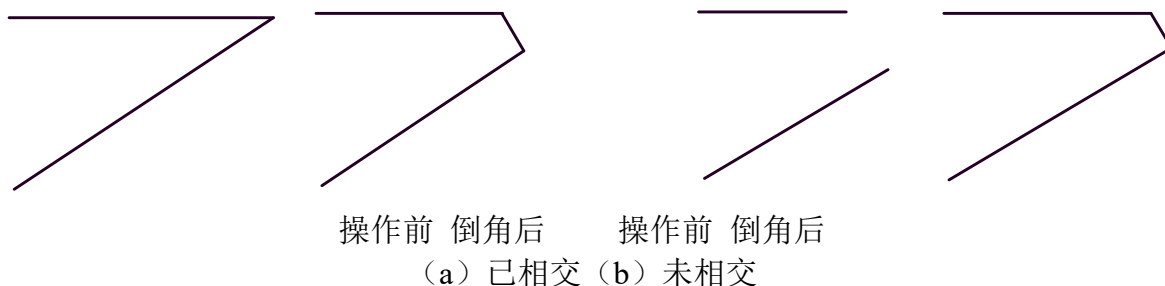

图 4-22 倒角过渡
- 4) 需倒角的两直线已相交(即已有交点),则拾取两直线后,立即作出一个由给定长度、给定角度确定的倒角,如图 4-22 (a)。
如果待作倒角过渡的两条直线没有相交(即尚不存在交点),则拾取完两条直线以后,系统会自动计算出交点的位置,并将直线延伸,而后作出倒角。如图 4-22 (b)。